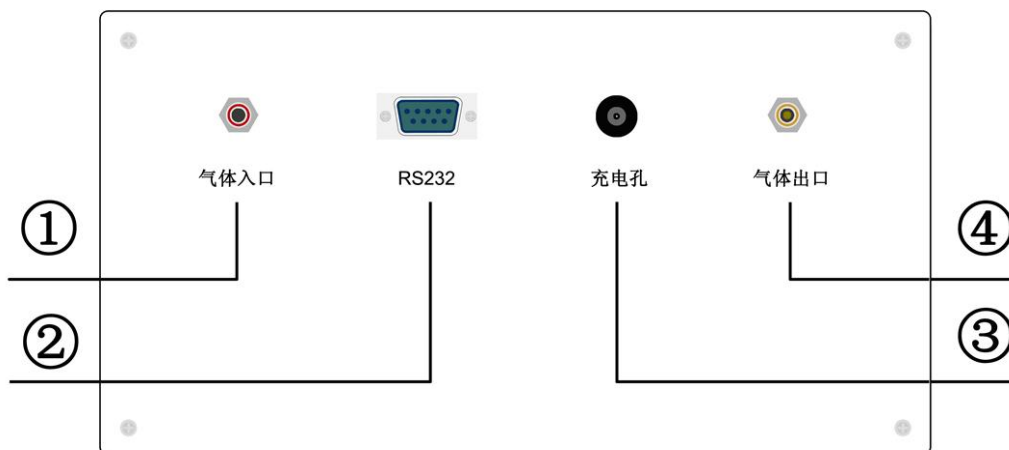

图 2 后面板布局图
①液晶屏 ②流量调节 ③电源开关 ④状态指示
2、仪器后面板布局图如图 2 所示。